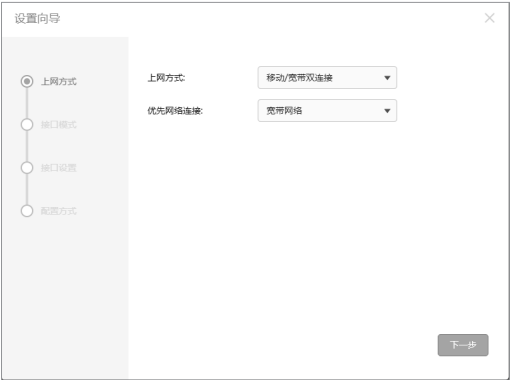

图4-2 上网方式设置
4. 进入上网方式设置，如图4-2所示，根据实际需求选择上网方式和优先网络连接方式，单击“下一步”。